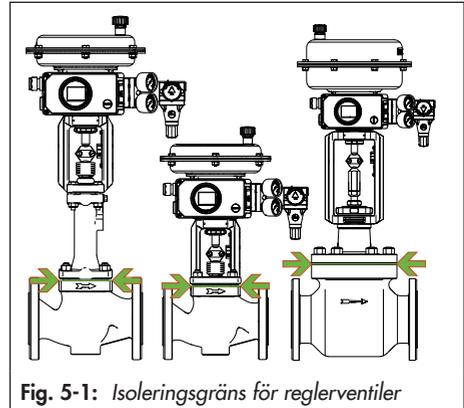

Fig. 5-1: Isoleringsgräns för reglerventiler
- ➔ *Isolera endast reglerventiler upp till huvflänsen på ventilhuset (se Fig. 5-1). Detta gäller även för versioner med bälgätning eller isolerande del vid medeltemperaturer under 0 °C eller över 220 °C. Om den isolerande sektionen är isolerad, fungerar den inte korrekt.*